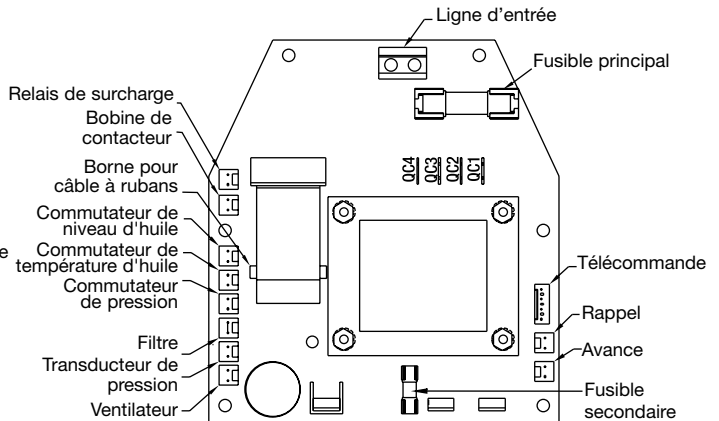

Figure 10, Configuration du panneau de puissance électrique
Le capteur de pression, le Echangeur de chaleur, le pressostat, le télécommande / l'interrupteur à pied, les électrovalves (A) et (B) sont fournis avec les connecteurs qui se connectent aux prises adéquates trouvées sur la carte d'alimentation électrique (Figure 10).
Débranchez l'unité de la source d'alimentation avant d'ouvrir le coffret électrique. Enlevez la section ACL et un (1) petit bouchon du panneau arrière. Acheminez un fil par le panneau arrière, branchez-le au panneau de puissance (voir figure 10) et fixez un réducteur de tension. Installez le demi-carénage.